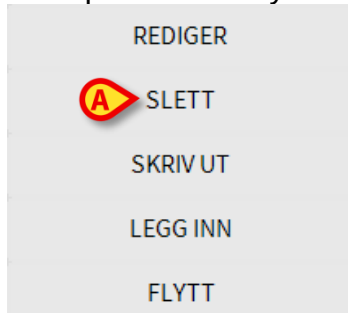

Fig 76
Det åpnes en meny med ulike valg (Fig 76).
- Klikk på **Slett**-knappen (Fig 76 A).